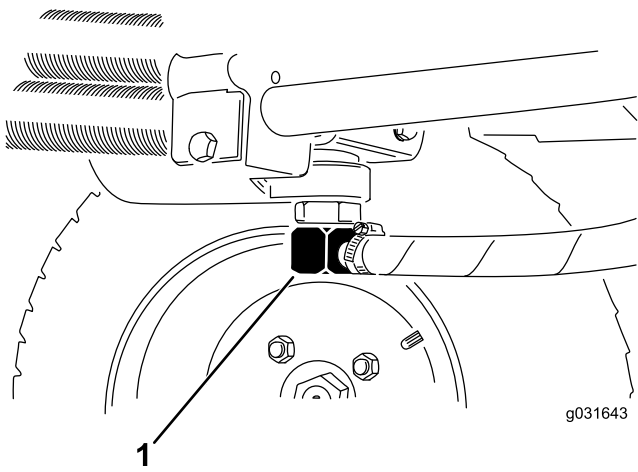
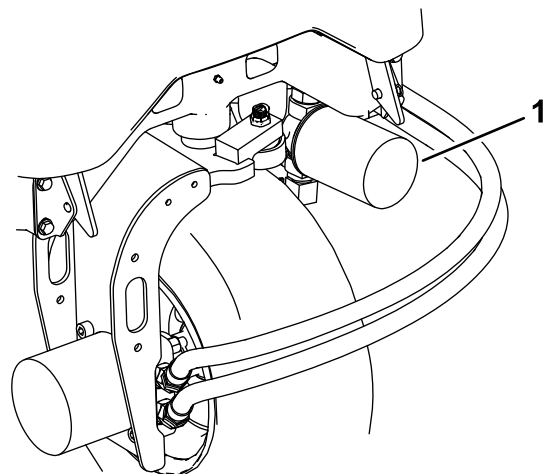

Figure 66
Figure 68
2. Débranchez la conduite hydraulique ou enlevez le filtre hydraulique et laissez couler l'huile dans un bac de vidange (Figure 68 et Figure 66).
3. Rebranchez la conduite hydraulique quand la vidange est terminée (Figure 66).
3. Nettoyez la surface autour de la zone de montage du filtre et déposez le filtre (Figure 68).